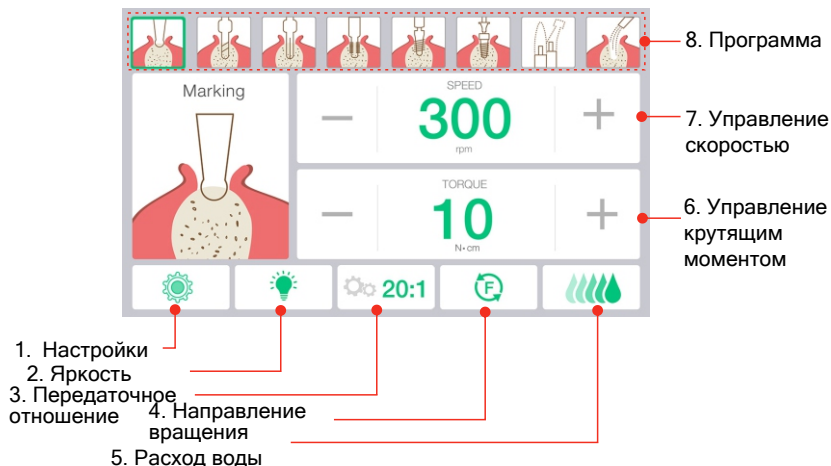

Рис. 9.
5.1. Интерфейс основного блока (рис. 9)